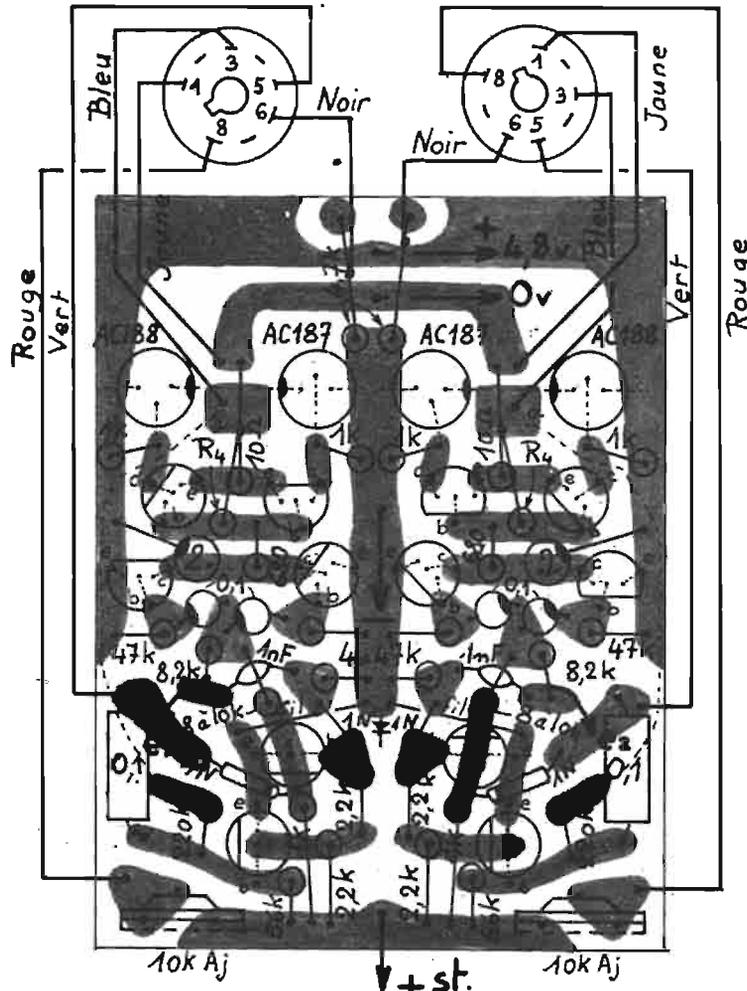

Fig. 52. - Pose composants CI 2 amplis.
— rouge à la cosse n° 8 (Voir Fig. 52).
c) **Pose des composants** : Voir la figure 52.
tales sont repérés sur la figure 52 par un point noir.
Il faut alors ramener les fils rouges et verts, à travers les pattes des composants et les souder aux points prévus, en laissant juste la longueur nécessaire. Préparer le cordon d'alimentation en SM485 : coller les 2 connecteurs 5 broches femelles, souder les 6 conducteurs (Voir Fig. 48). Isoler au thermorétractable, enfiler le passe-fil et souder au CI. Des trous ont été prévus pour le +, le -, le OV ; le + st., mais les fils d'entrée e sont à souder directement sur les fils des 8 200 Ω , qu'il faudra donc obligatoirement disposer dans le sens de la figure 52.
Enfin, côté cuivre, mais après ponçage des soudures (que nous faisons toujours suivre d'un bon nettoyage à l'acétone), souder les 2 conducteurs reliant les plots a (en pointillé sur la figure 52). On disposera ces fils en contournant les plots de soudure de façon à ne pas créer de « surépaisseur ».